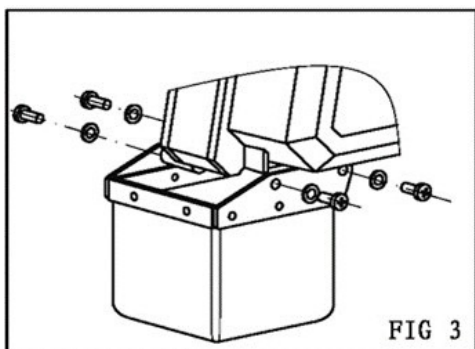

FIG. 3 — Retirada de la bolsa de la cadena
RETIRADA E INSTALACIÓN DE LA CADENA DE CARGA (FIG. 3, 4 y 5)
- 1) Retire la bolsa de la cadena (FIG. 3).